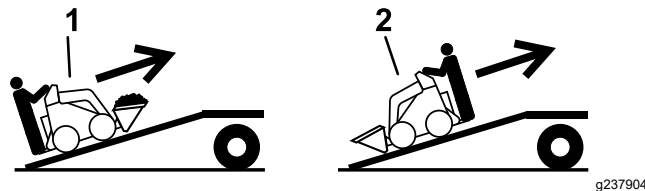

Figura 18
5. Încarcă maina pe remorcă cu partea cu încărcătură orientată spre rampă în sus și încărcătura în poziție joasă (Figura 18).